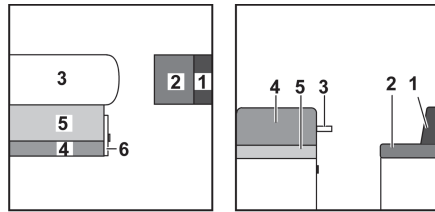

Fig. 145 Antes de la transformación
- Ampliar la mesa (Fig. 145,3) y transformar la mesa colgante ampliada en la base de cama (véase apartado 7.8).
- Tirar del asidero y abrir la trampilla (Fig. 145,6).